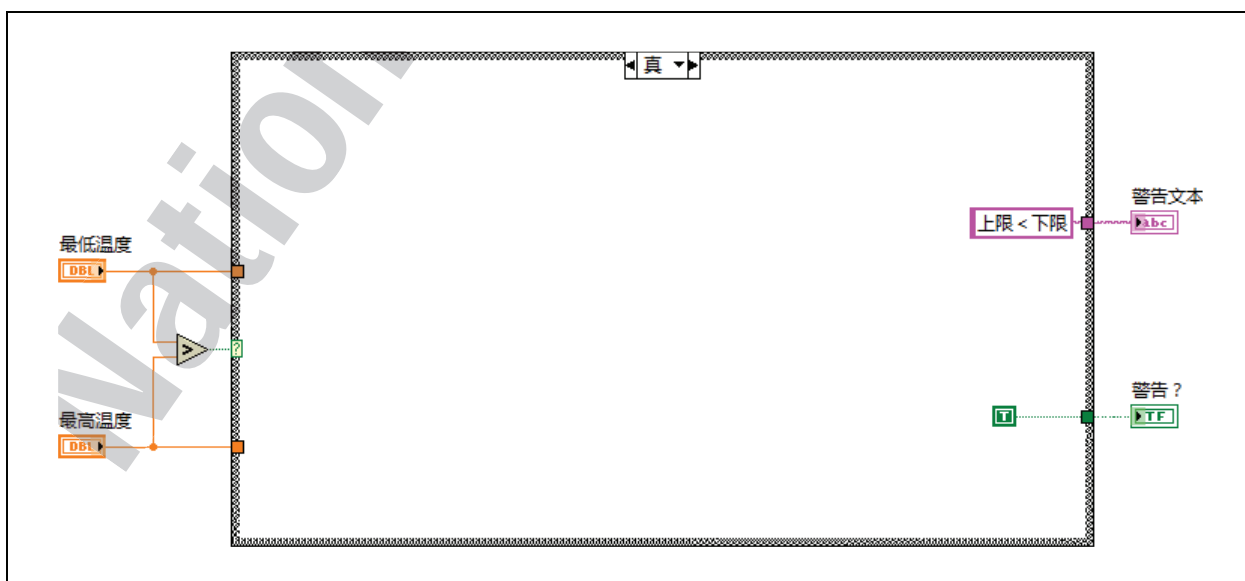

图 4-17. 判定警告 VI 的程序框图
6. 如果“最低温度”大于“最高温度”，为“警告文本”显示控件创建一个警告字符串，并将**警告 ?**显示控件置为真。如图 4-17 所示。